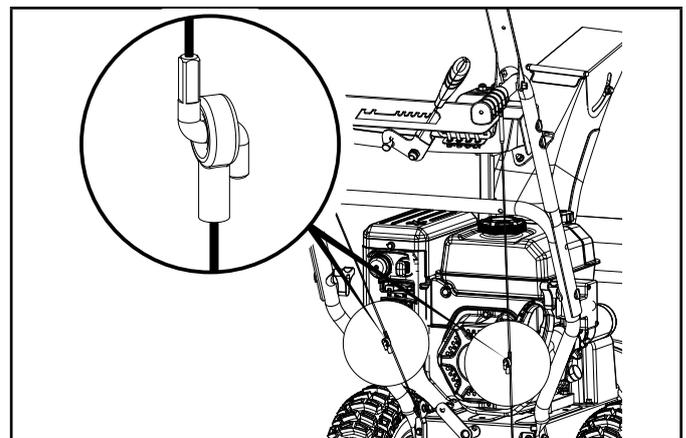

Figure 5
1. Rabattez la poignée supérieure en vous assurant que les câbles sont bien tendus. (figure 5)